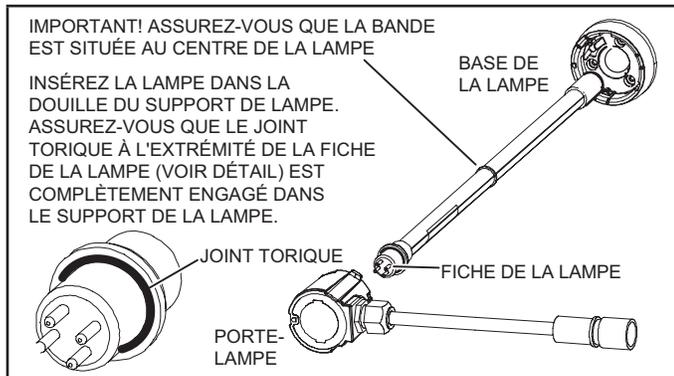

FIGURE 8. Insertion de la lampe dans la douille
- 3 - En remarquant l'orientation des broches pour l'insertion de la lampe, insérez complètement la lampe dans la douille du support de lampe de manière à ce que le joint torique soit entièrement à l'intérieur du support de lampe (voir figure 8).